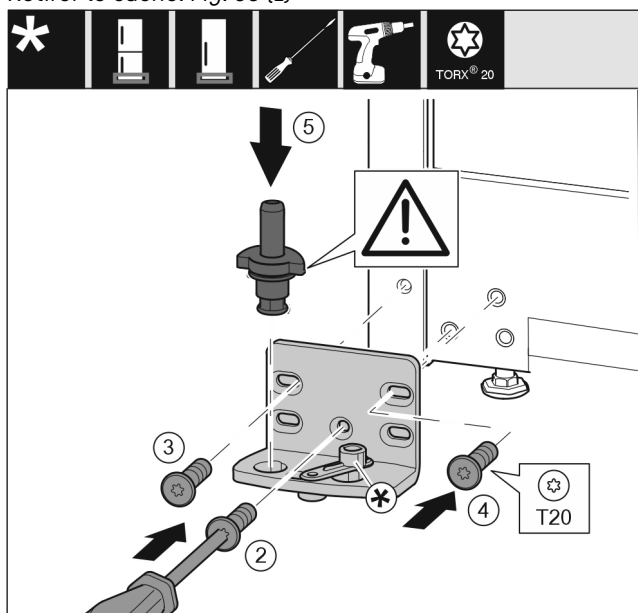

Fig. 36
- ▶ Poser le support de palier de l'autre côté et le visser à l'aide d'un tournevis T20. Commencer par la vis 2 en bas au milieu. *Fig. 36 (2)*
- ▶ Visser les vis 3 et 4. *Fig. 36 (3,4)*
- ▶ Mettre en place l'axe de palier complet. Veiller à ce que l'ergot d'enclenchement soit orienté en arrière. *Fig. 36 (5)*
- ▶ Poser le support de palier de l'autre côté et le visser à l'aide d'un tournevis T20. Commencer par la vis 2 en bas au milieu. (2)
- ▶ Tourner le joint amortisseur de fermeture de 180°. La visser de l'autre côté du support de palier avec un tournevis T20. (5)
- ▶ Mettre en place l'axe de palier complet. Veiller à ce que l'ergot d'enclenchement soit orienté en arrière. (6)